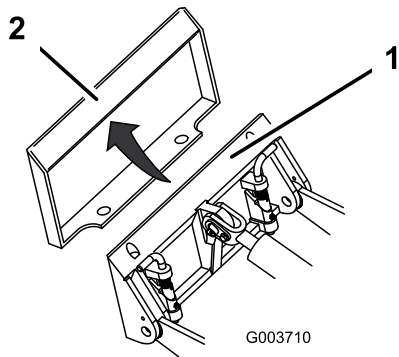

Figura 4
4. Coloque la placa de montaje debajo del reborde superior de la placa receptora del accesorio (Figura 4).